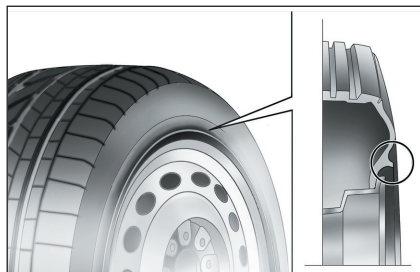

fig. 4a
### PNEURI RIM PROTECTOR fig. 4a
*În cazul în care se utilizează capace de roată integrale fixate (cu ajutorul arcului) pe janta din tablă și pneuri care nu sunt cele inițiale, after sale, dotate cu „Rim Protector” (fig. 4a), NU montați capacele de roată. Utilizarea unor pneuri și capace de roată necorespunzătoare ar putea conduce la o pierdere bruscă a presiunii pneului.*